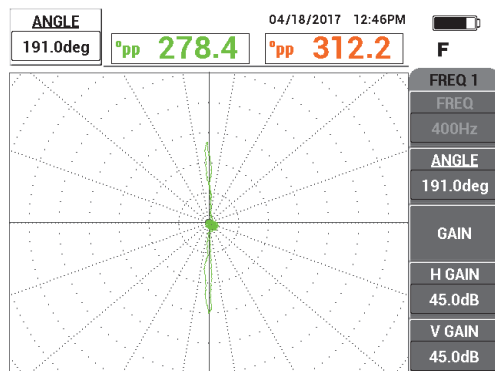

図 5-193 信号位相の調整
4. 角度キーを押して (◀⊙), および貫通穴の信号が画面で垂直に表示されるまで、ノブを回します 268 ページの図 5-193 参照)。